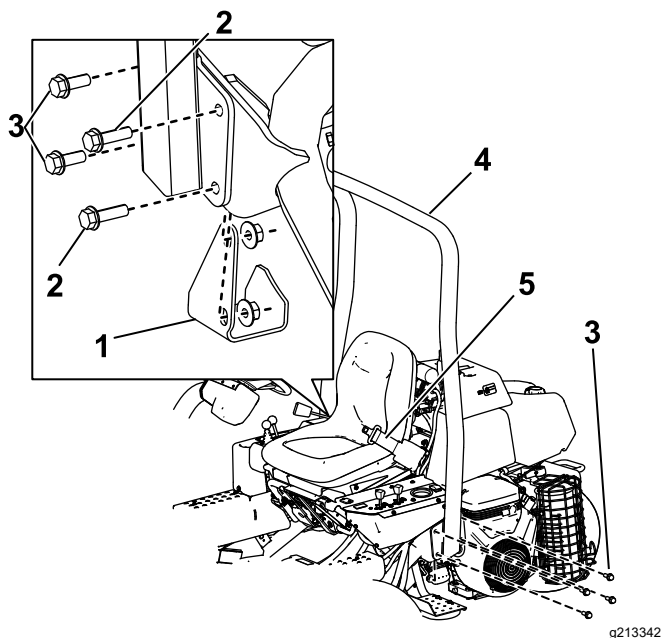

图 4
2. 将翻车保护杆 图 4 放低到安装支架上与安装孔对齐。
3. 用 4 个螺栓 $\frac{1}{2} \times 1\frac{1}{2}$ 英寸和锁紧螺母将翻车保护杆的左侧固定到安装支架上图 4。
5. 用 2 个螺栓 $\frac{1}{2} \times 1\frac{1}{2}$ 英寸、2 个螺栓 $\frac{1}{2} \times 1\frac{3}{4}$ 英寸和锁紧螺母将翻车保护杆的右侧和先前卸下的千斤顶垫固定到安装支架上如图 4 所示。